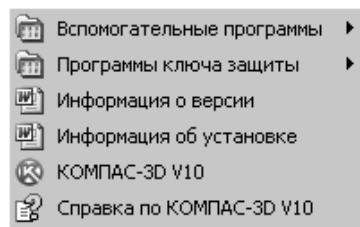

Рис. 1.1. Всплывающее меню для запуска системы КОМПАС-3D V10
- щелкните в следующем всплывающем меню по пункту  КОМПАС-3D V10 (рис. 1.1).